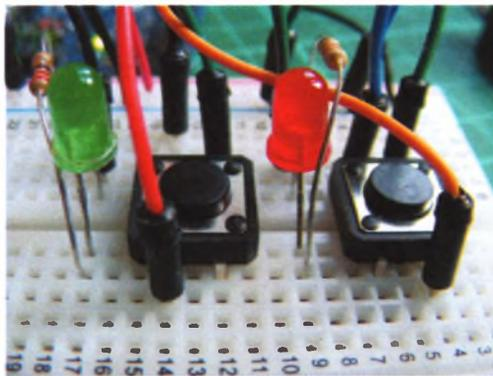

РИСУНОК 17.5
5. Затем подключите кнопки, как показано на рис. 17.5. Чтобы создать кнопку готовности, подключите ножку C первой кнопки к контакту GND, а ножку D — к контакту 5 платы Arduino. Чтобы создать кнопку запуска, подключите ножку C второй кнопки к контакту GND, а ножку D — к контакту 6 платы Arduino.